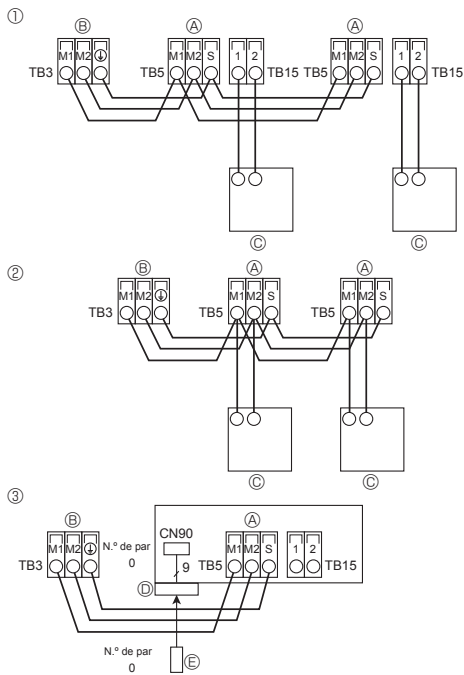
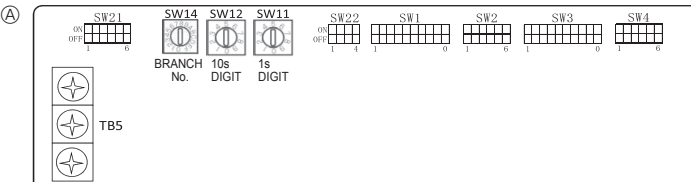

Fig. 5-8
Fig. 5-9
5.4. Conexión de los cables de transmisión del mando a distancia y de las unidades exterior e interior (Fig. 5-8)
- ① Mando a distancia MA
- ② Mando a distancia M-NET
- ③ Controlador remoto inalámbrico (al instalar un receptor de señales inalámbrico)
5.5. Configuración de las direcciones (Fig. 5-9)
- ① Cómo configurar las direcciones
- ② Como configurar los números de ramal SW14 (Sólo serie R2)
5.6. Ajuste del interruptor según la altura del techo (Fig. 5-9)
5.7. Captar la temperatura de la sala con el sensor incorporado en el mando a distancia (Fig. 5-9)